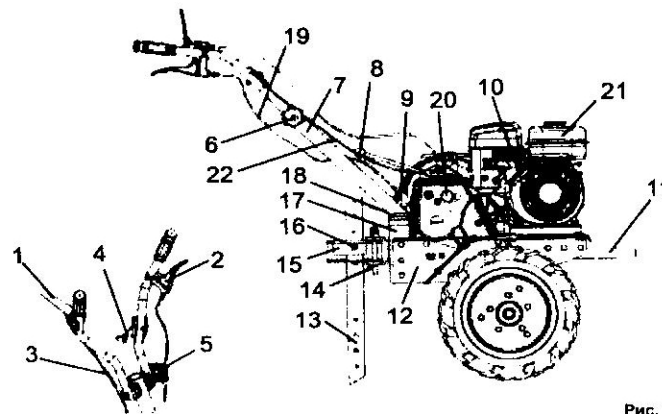

Рис. 1
- Установите ручку управления на вал рулевой колонки. Зафиксируйте удобный угол наклона руля, затянув рукоятку (14) (См. Рис.1).